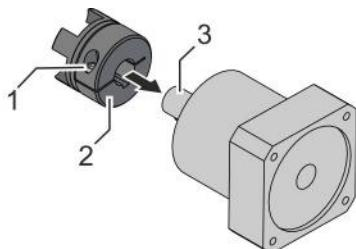

Fig. 18 : Montage du moyeu de serrage
4. ➔ Faire glisser le moyeu de serrage (Fig. 18 /2) de l'accouplement sur l'arbre moteur (Fig. 18 /3) du moteur.
5. ➔ Serrer la vis (Fig. 18 /1) du moyeu de serrage :